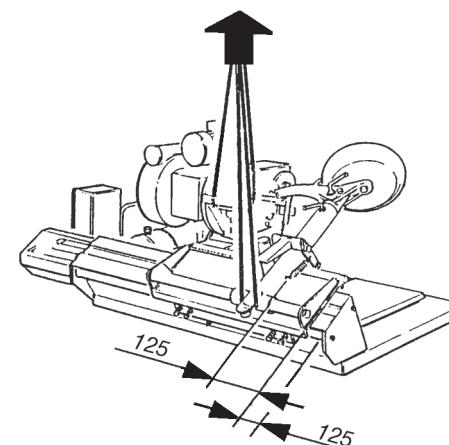

fig.15
**MOVIMENTAZIONE (fig.15)**
» imbragare con funi a norma (una di mt.1,50 e una di mt.2) nei due punti indicati in fig. 15, osservando le distanze ( mm.125) come da fig.15.
**MOVEMENT (fig.15)**
- » harness with cables (one of 1.5m and one of 2m) at the two points indicated in fig. 15, maintaining the distance shown (125 mm) in fig. 15.
### MANUTENTION (fig.15)
» élinguer moyennant des câbles selon les normes (un de 1.50 m et un de 2 m) aux deux points indiqués dans la fig. 15, en respectant les distances (125 mm) selon la fig. 15.
### BEWEGEN (Abb.15)
» die normierten Sicherheitsgurte (1,50 m bzw. 2 m) an den zwei angegebenen Stellen des Geräts anlegen (Abb. 15) und dabei auf die Abstände achten (125 mm) wie nach Abb. 15.
### MOVIMIENTO (fig.15)
» Embragar con cuerdas a norma (una de m.1,50 y otra de m. 2,00) en los dos puntos indicados por la Fig. 15 observando las distancias sugeridas (mm.125).